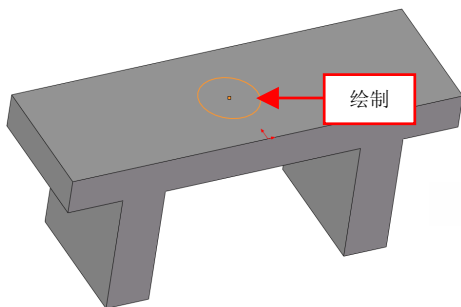

图 9-3 绘制圆对象
(3) 弹出【信息】属性管理器, 在绘图区中, 选择最上方的表面对象, 进入草图绘制环境, 单击【圆】按钮 , 创建一个半径为 9 的圆, 如图 9-3 所示。